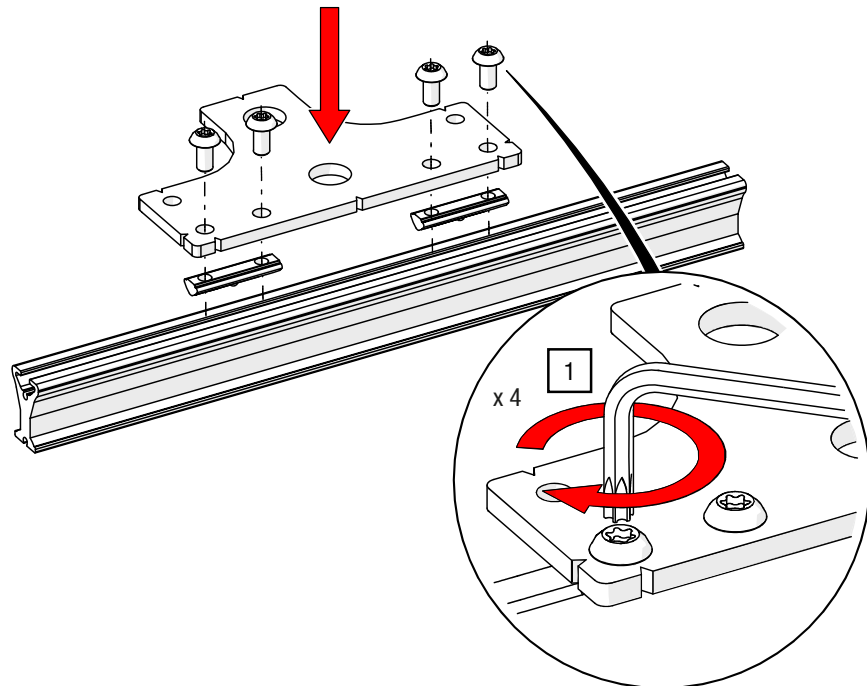

Abb. 47: Ausgleich-Überlaufplatte (2-läufig) – Längs zur Schiene montieren (Ausgleich)
1. Setzen Sie die Nutensteine im Schienenprofil ein und verschrauben Sie das Blech in Orientierung Ausgleichsplatte mit einem TORX®-Schlüssel T25 und 6 Nm (siehe Abb. 47).